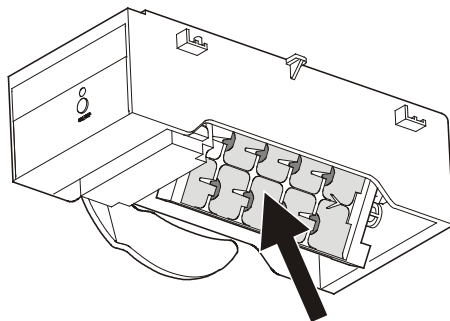

Figura 24
- A continuación, debe vaciarse la bandeja del fabricante de hielo (**Figura 24**). Vea el capítulo “El fabricante de hielo durante las vacaciones” para obtener más información.
Si sale de vacaciones por un período largo, la cubitera del fabricante de hielo (flecha en la **Figura 24**) debe vaciarse.
Al ajustar el fabricante de hielo al estado de vacaciones, la cubitera rotará hacia abajo para que no quede agua (**Figura 24**).
La cubitera del fabricante de hielo rota hacia abajo. Cuando aparece la temperatura interior en la pantalla, la cubitera se encuentra en la posición hacia abajo (**Figura 24**) y el fabricante de hielo se apaga automáticamente.